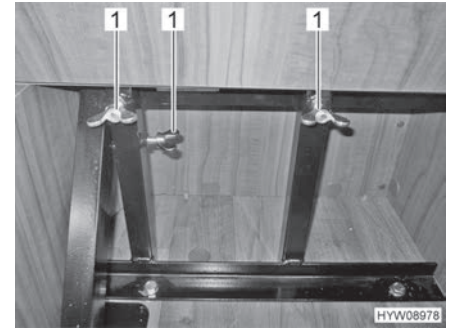

Bild 14 Säkra den hopfällbara stolen med vingmutter
- Säkra den hopfällbara stolen med vingmutter (Bild 14,1).